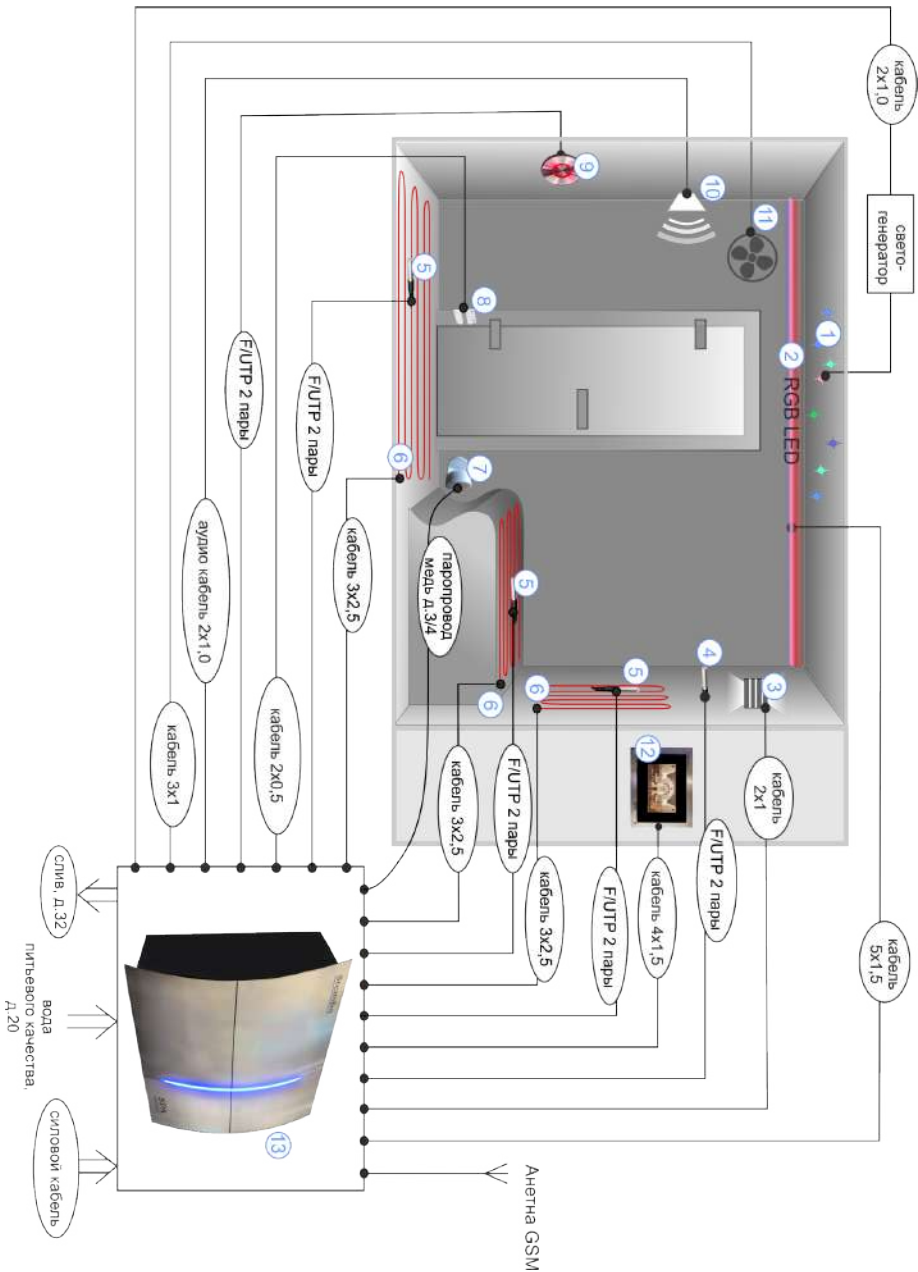

Рис. 9. Присоединение кабелей
5. Подсоедините устройство к системе электроснабжения (рис.9). При подсоединении используйте электрический провод соответствующего сечения, в зависимости от потребляемой парогенератором мощности, которая обозначена в паспорте на данную модель. Рекомендуется выбрать сечение провода с небольшим запасом, для недопущения его нагрева. При подключении жил провода к клеммам панели ПГ необходимо соблюдать их маркировку. Особое внимание следует обратить на затяжку клемм и надежность контакта заземляющего провода. Провод заземления желто-зеленого цвета следует подсоединить к клемме соответствующего символа.
### Условные обозначения (Рис. 9):